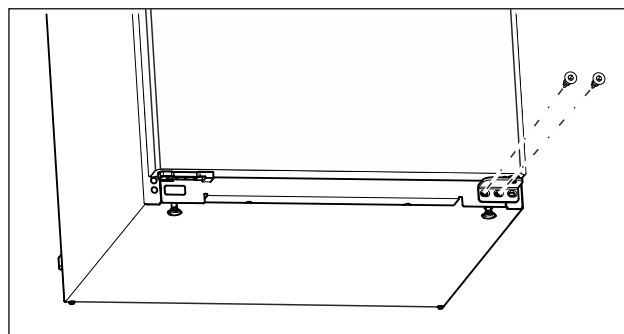

Fig. 7
- Sur le support de palier inférieur, dévisser la vis centrale avec un tournevis Torx 20. (voir Fig. 7)
- Sur le support de palier inférieur, dévisser la vis intérieure avec un tournevis Torx 20. (voir Fig. 7)